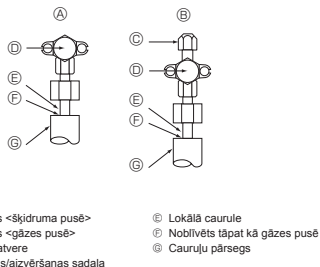

Fig. 5-4
5.4. Aukstumāģenta cauruļu hermētiskuma pārbaudes metode (Fig. 5-4)